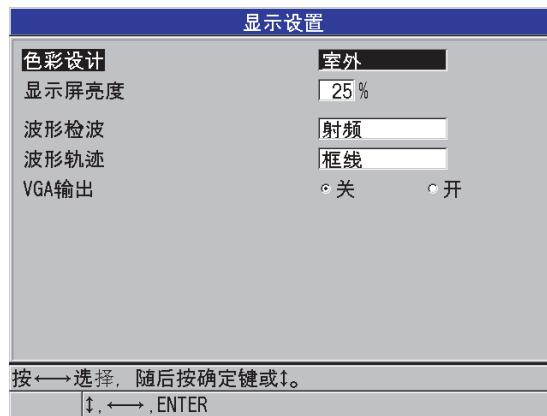

图 4-3 显示设置屏幕
2. 在**显示设置**屏幕中（参见第 48 页的图 4-3），为以下参数选择想要的参数和值：